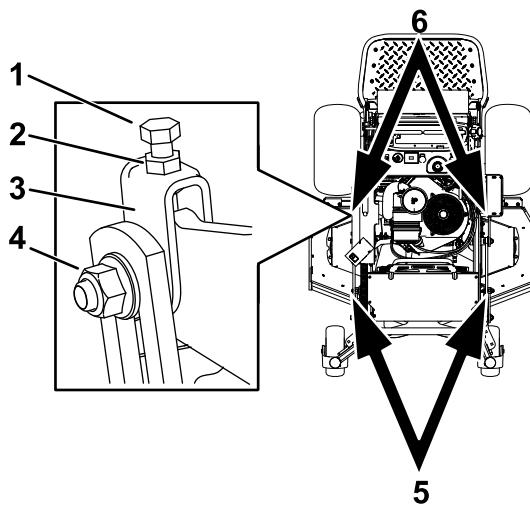

Рисунок 97
- Ослабьте затяжку контргайки и бокового болта в вилках, которые вы хотите отрегулировать (Рисунок 97).
- Для регулировки высоты деки газонокосилки поверните верхние болты вилок (Рисунок 97).
5. Если результат измерения неправильный, найдите 2 передние вилки на машине (Рисунок 97).